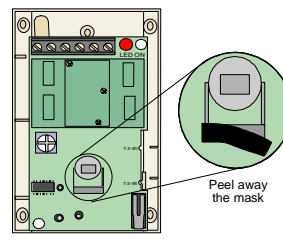

图 8
10) 仅适用于无宠物的地点。调节好下视探测范围后，取下屏蔽物 (见图 8)。